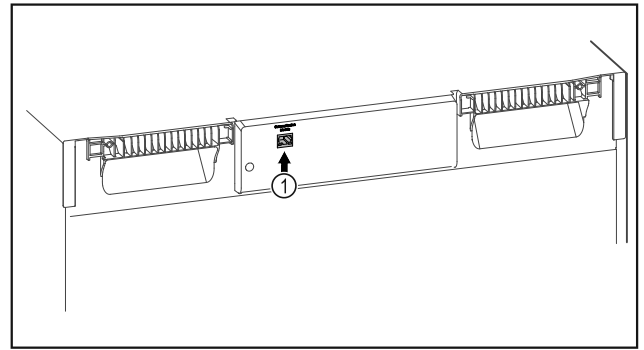

Fig. 107
- Le SmartModule Fig. 107 (1) est en place.